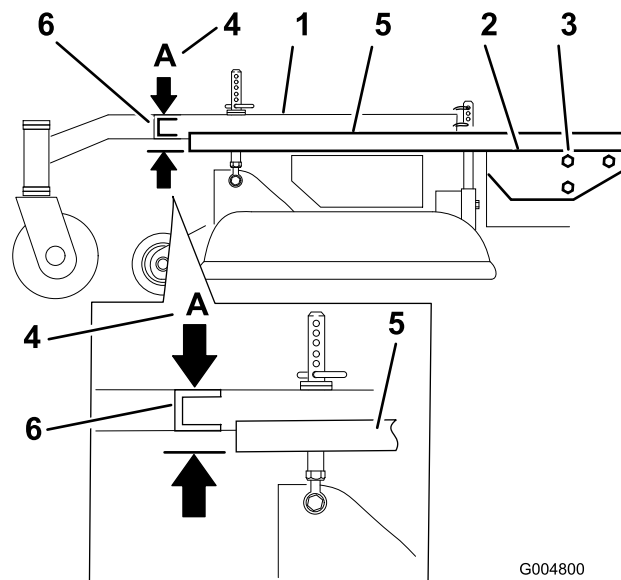

Рисунок 52
3. Установите длинную проверочную линейку на верхнюю часть деки двигателя, как показано на Рисунок 52.
4. На поперечном швеллере несущей рамы измерьте высоту в точке **A** (Рисунок 52).
6. Ослабьте крепежные болты несущей рамы с обеих сторон машины (Рисунок 52).
7. Выровняйте несущую раму и деку двигателя так, чтобы высота в точке **A** (Рисунок 52) была равна 33 мм плюс-минус 6 мм.